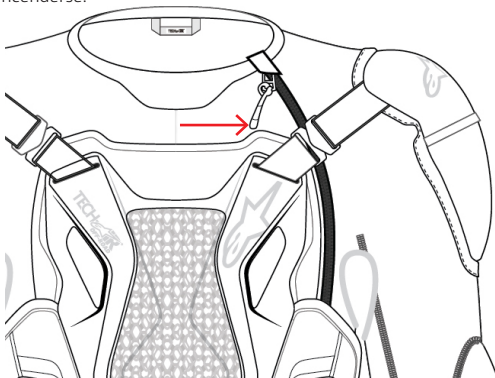

Figura 8: Encendido del sistema con el cierre de la cremallera de activación (1)
Para utilizar el sistema Tech-Air[®] Off-Road, el usuario sólo tiene que ponerse el sistema y cerrar la cremallera de activación (1) desde abajo hacia arriba (Figura 8). Un sensor interno detecta automáticamente que se ha cerrado la cremallera de activación (1) y el sistema comenzará a encenderse.